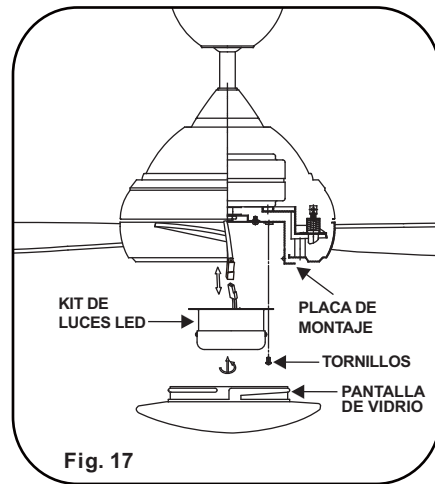

Fig. 17
3. Coloca los orificios tipo ojo de cerradura en el kit de luces LED sobre los 2 tornillos previamente aflojados de la placa de montaje, gira la placa del luces LED hasta que caiga en su lugar en la parte estrecha de los orificios tipo ojo de cerradura. Asegúrala apretando los 2 tornillos de montaje del kit de luces previamente aflojados y el que se quitó previamente. (Fig. 17)
4. Coloque la pantalla de vidrio (o cubierta de metal opcional) contra el placa de montaje y girelo en sentido de las manecillas del reloj hasta que quede firme y seguro. No lo sobre apriete. (Fig. 17)